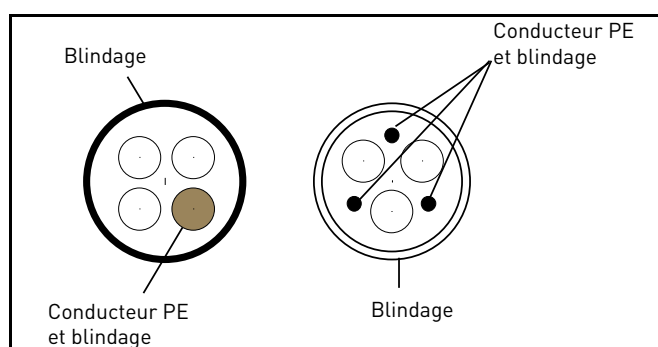

Figure 18.
- 2 = Câble de puissance symétrique avec fil coaxial de protection et pour tension du réseau appropriée. (Modèle MCMK ou similaire recommandé). Voir Figure 18.
- 3 = Câble de puissance symétrique à blindage faible impédance compact et pour tension du réseau appropriée. Modèle MCCMK, EMCCK ou similaire recommandé ; impédance de transfert recommandée pour le câble [1...30MHz] max. 100 mOhm/m]. Voir Figure 18.